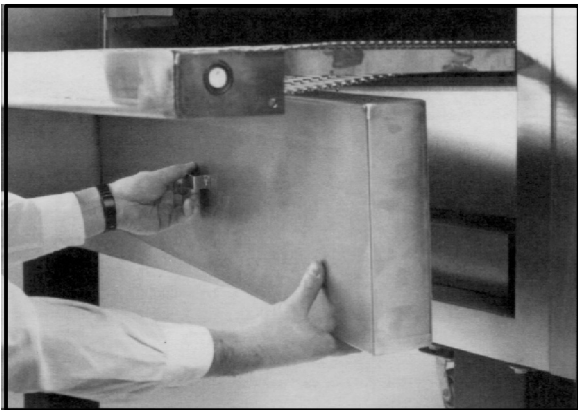

Figure 10
2. Installez les arrêtoir inférieur aux deux extrémités du four. Voir Figure 10.